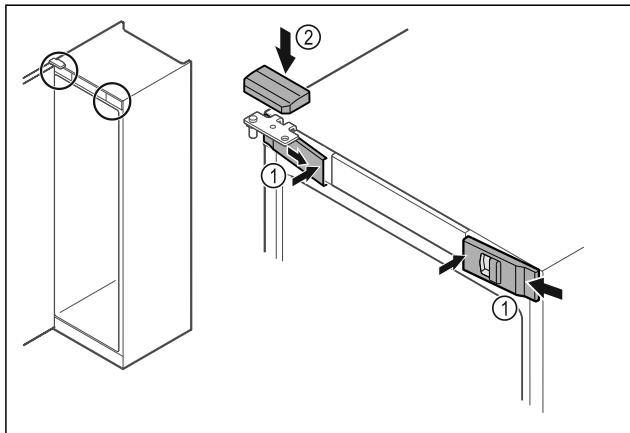

Fig. 41
- Vordere Abdeckungen Fig. 41 (1) seitlich einhaken und innen aufrasten.
- Obere Abdeckung Fig. 41 (2) von oben aufrasten.